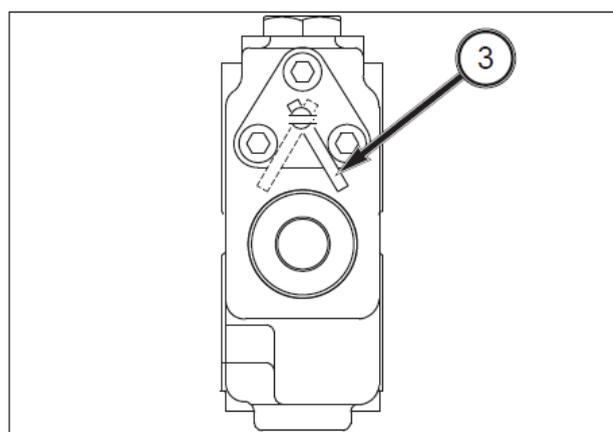

FIG. 80
FIG. 80: El selector de función (3) debe estar girado hacia la izquierda. El selector de función está situado en la parte trasera derecha del tractor, en la parte trasera de los distribuidores cilíndricos.